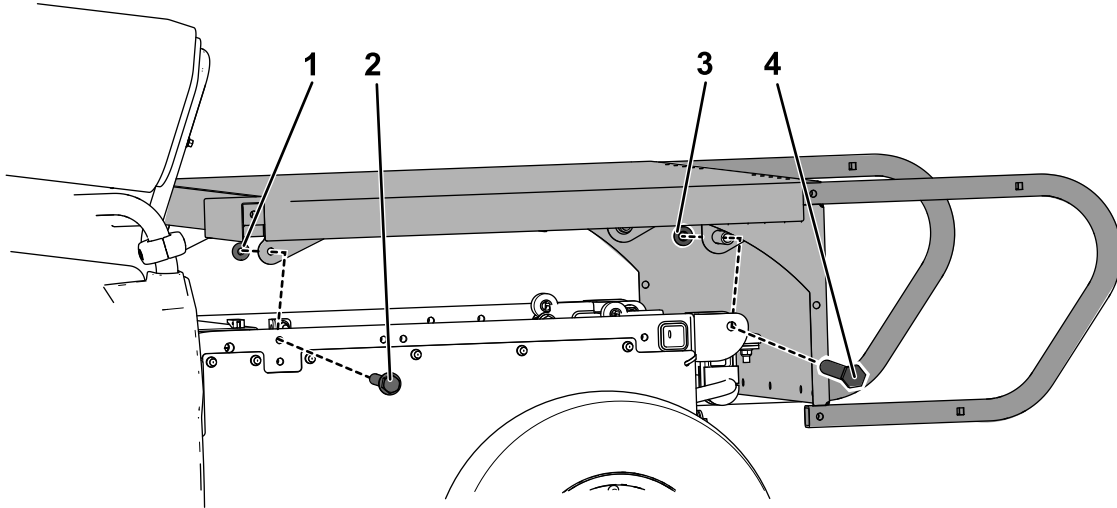

Figur 5
7. Tag de 2 lادلåse af maskinens stel ved at fjerne de 4 flangehovedskruer (3/8" x 2 1/2") og 4 møtrikker (3/8") som vist i Figur 5.